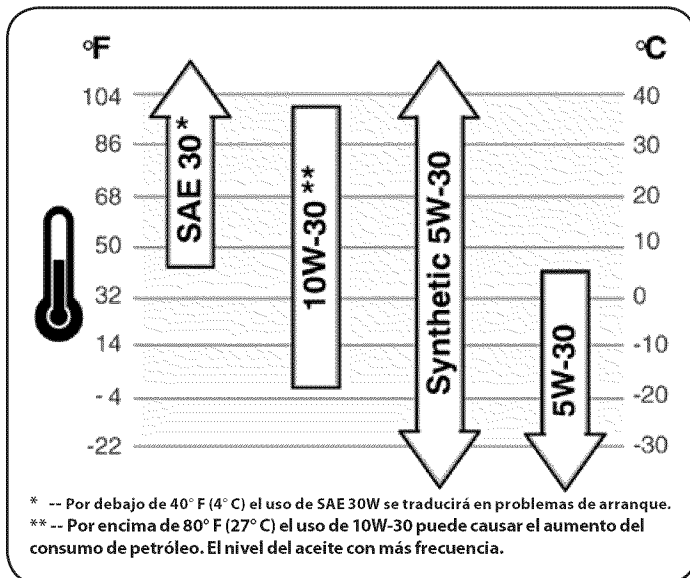

Figura 22
- Consulte la tabla de viscosidad (Figura 22) para las recomendaciones del petróleo. No llene en exceso. SAE 30 está recomendado para general, todo el uso de la temperatura. Use un 4 tiempos, o un detergente elevado equivalente, de primera calidad el aceite de motor certificado para cumplir o exceder los requisitos de EE.UU. fabricante de automóviles para el servicio de clasificación SF, SG, SH, SJ o superior. Los aceites de motor clasificado SF, SG, SH, SJ se mostrará esta denominación en el envase.